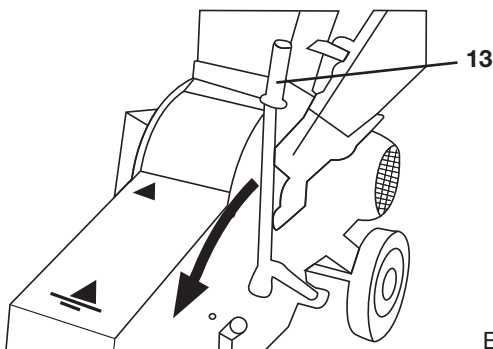

Bild 10
Dazu muss der seitliche Verstellhebel (13) nach unten geschwenkt werden (siehe „Bild 10“).